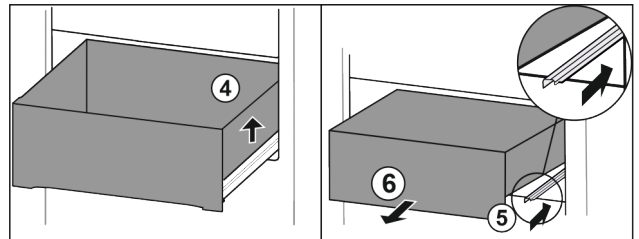

Fig. 107
- ▶ Sollevare il cassetto a destra. Fig. 107 (4)
- ▶ Inserire la guida destra. Fig. 107 (5)
- ▶ Rimuovere il cassetto tirandolo in avanti. Fig. 107 (6)